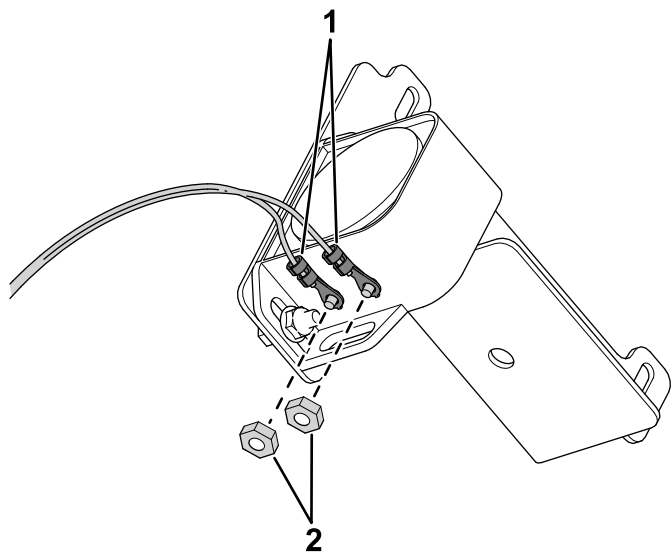

**Figur 1**
1. Använd bultarna och muttrarna för att fästa signalenheten på monteringsfästet (Figur 1).